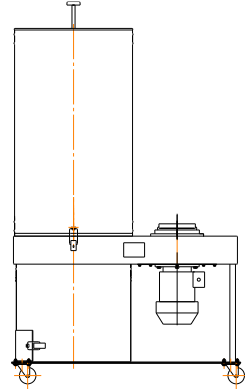

Рис. 2
- УВП-1200АК – на основании с 4-я колесными опорами, рис. 2.